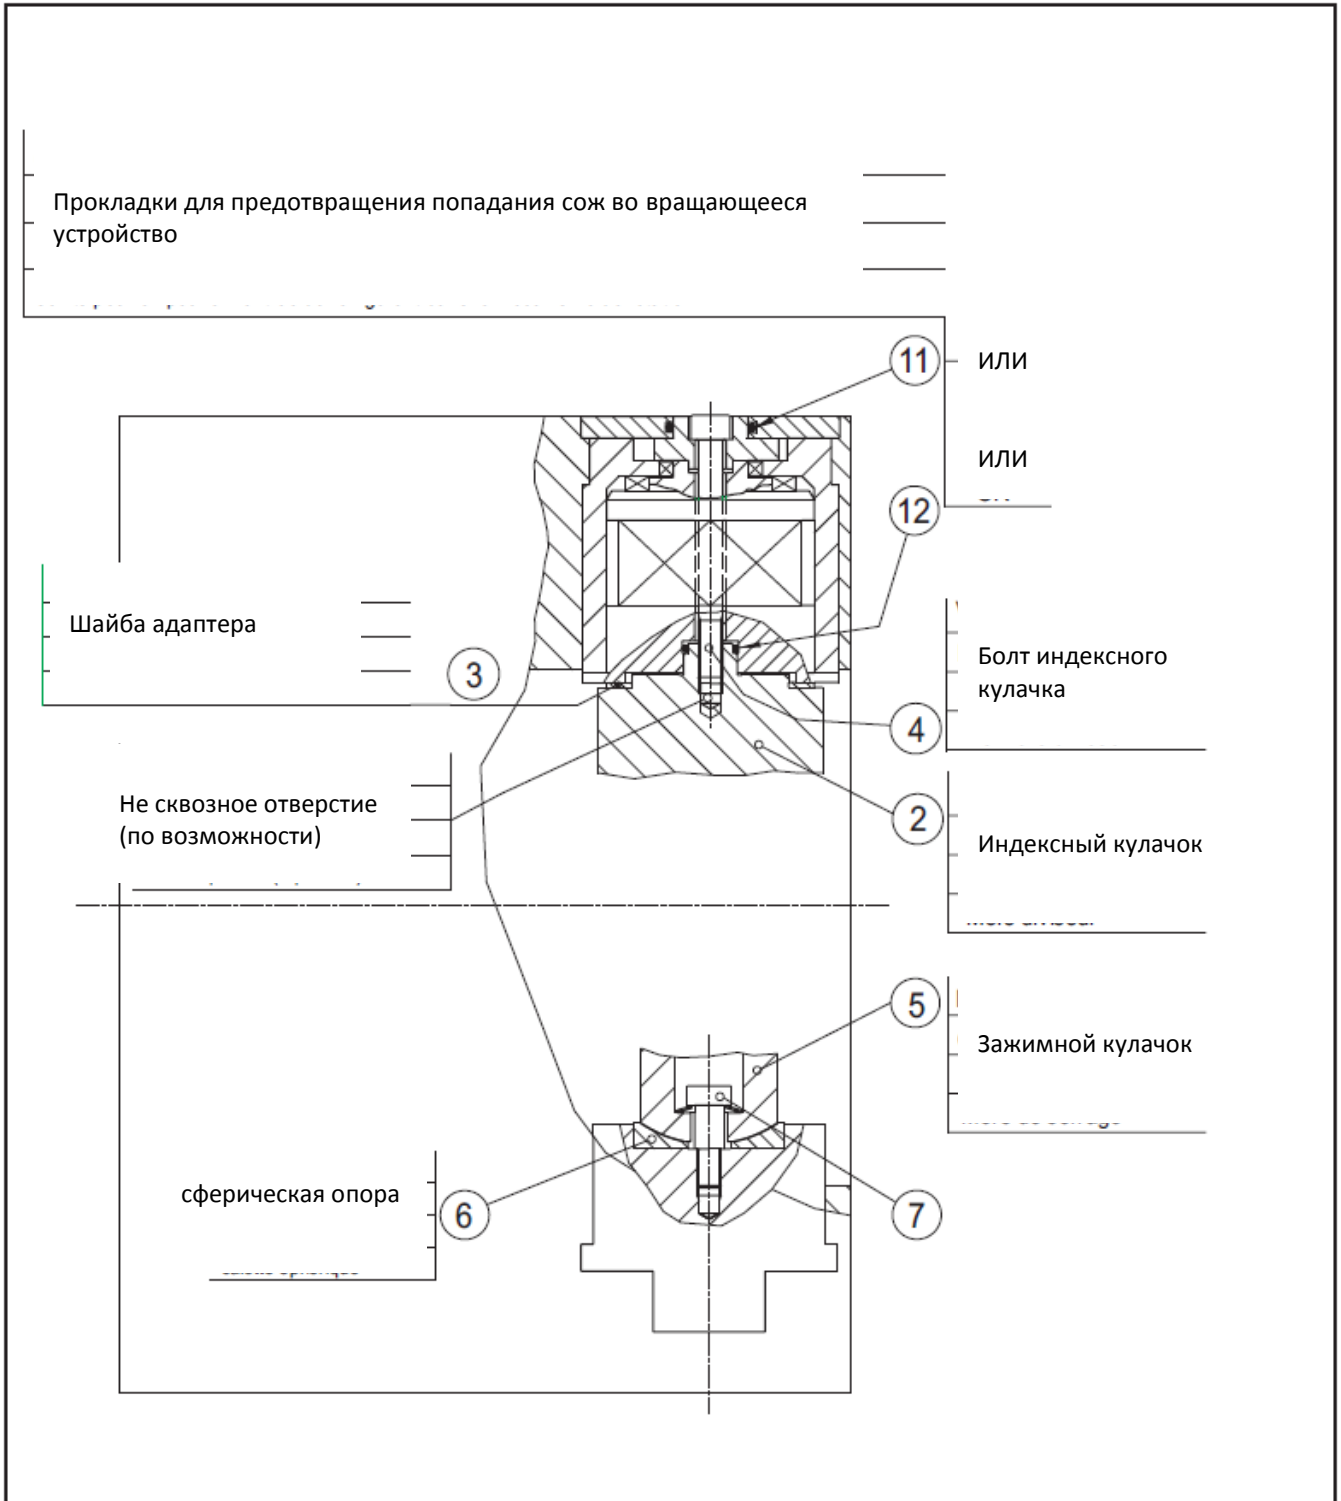

рисунок 14
Для предотвращения вибрации шип индексного кулачка (2, рисунок 14) должен не иметь люфта в стыковочном гнезде (смотрите рисунок в таблице данных).
Для простого выполнения осевого позиционирования заготовки используйте регулируемую шайбу (3, рисунок 14).
Патрон поставляется сбалансированным (на скорости 2/3 от максимальной) и с винтом для индексного кулачка (4), без чашки (6) и ее винта (7); зажимной стержень устанавливается на 2/3 полного хода (смотрите рисунок 14).